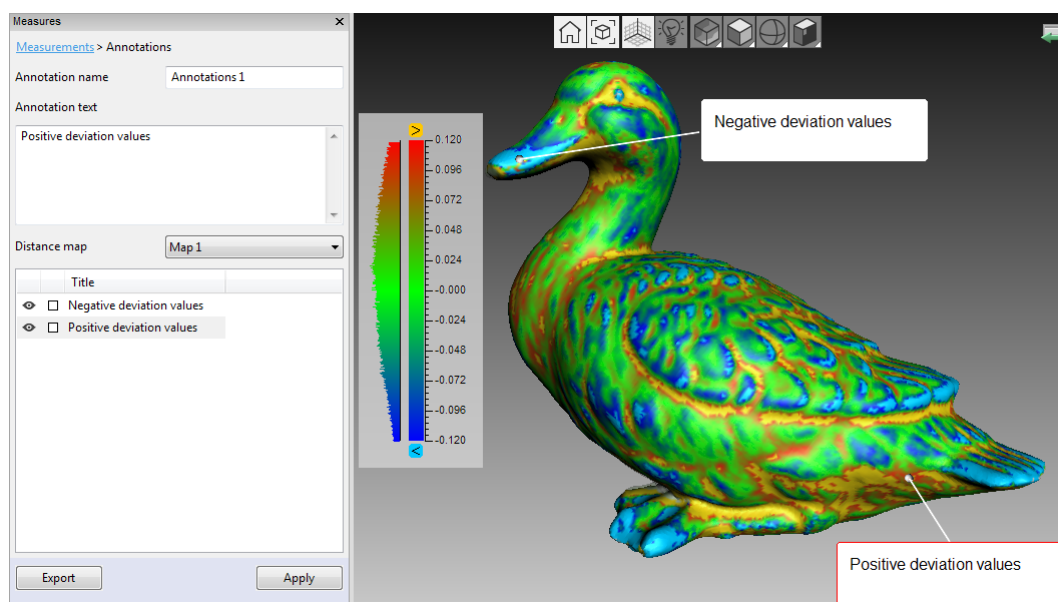

Рис. 9.14: Аннотация на модели с картой расстояний
Инструмент *Аннотаций* позволяет вам пометать заслуживающие внимания поверхности или карты расстояний. Аннотация может состоять из одной или нескольких меток, которые выглядят как прямоугольные ярлыки с соединительными линиями, указывающими на соответствующие элементы поверхностей (см. *Рис. 9.14*).
5. Для создания новой метки повторите шаги 3 и 4. Каждая новая метка, помимо появления на поверхности, добавляется в список аннотаций на панели *Измерения* (см. *Рис. 9.14*). Вы можете скрыть/отобразить метки в списке или изменить их цвет. Для этого нажмите ПКМ и выберите соответствующую опцию из контекстного меню. Также можно использовать флаг  для отображения/скрытия меток и квадратную кнопку для изменения их цвета.
- Выберите метку в окне *3D вида* и ее граница станет красной (см. выделенную метку на *Рис. 9.14*). Нажмите клавишу Del.